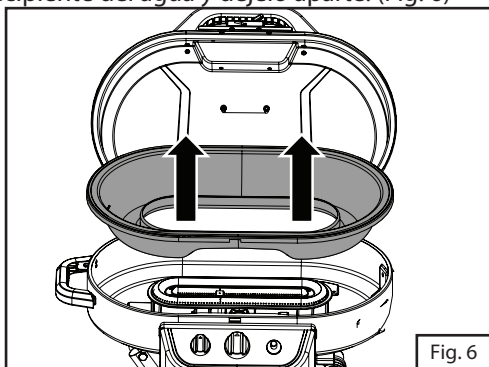

Fig. 6
4. Retire el recipiente del agua y déjelo aparte. (Fig. 6)